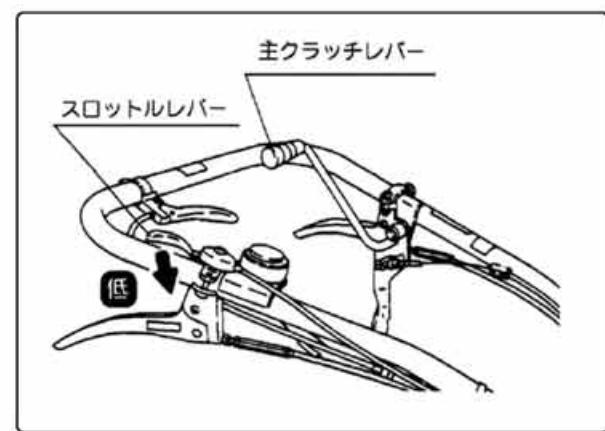

図21
②低速から高速の切替操作は主クラッチを一旦切ってからおこなってください。(図21)
③高速の【前進後進】切替操作は主クラッチを一旦切ってからおこなってください。